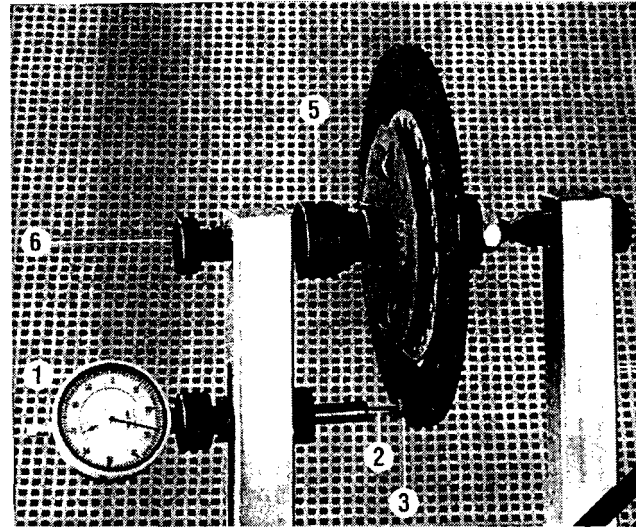

Рис. 3. Проверка биения рабочей поверхности ведомого диска.
3.2.2 Для контроля торцового биения поверхностей трения (накладок), диск установить с натягом на шлицевой вал (для исключения влияния зазоров в шлицах). Затем вал установить в центрах приспособления (рис. 3) и замерить биение у края диска. Биение должно быть не более 0,5-0,7 мм.-у л/а, 0,8 мм- у гр/а. При большей величине зазора диск необходимо заменить.